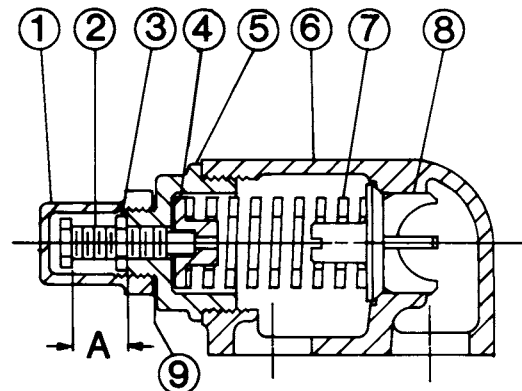

ABBILDUNG 8
2. Die Gewindelänge der Stellschraube messen und notieren. **Siehe (A) in Abbildung 8.**